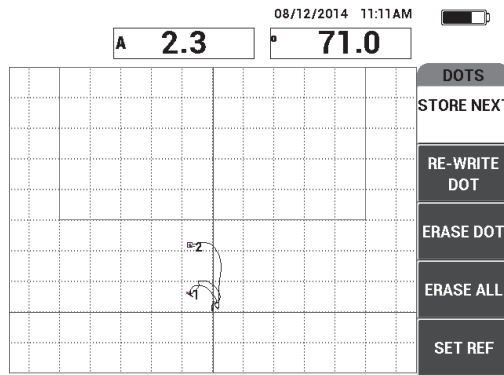

Figura 6-41 Segundo ponto registrado
7. Deslize lentamente a sonda sobre o segundo descolamento e, em seguida, pressione **STORE NEXT** (tecla A) para registrar o segundo ponto (veja Figura 6-41 na página 159).